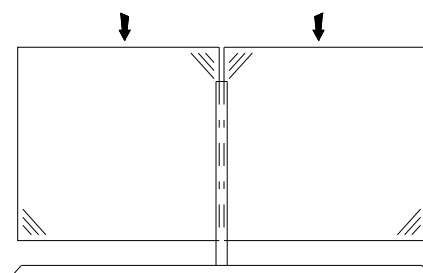

Bild 2
3. Gläser von oben in den unteren Rahmen einsetzen (siehe Bild 2).